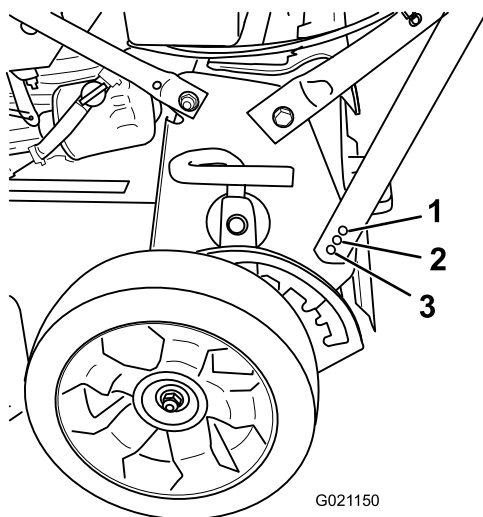

Bild 5
2. Entfernen Sie die Holmschraube und setzen sie in eines der drei Löcher an der Unterseite der Holmhalterung ein (Bild 5).